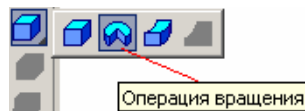

Рисунок 7.2 – Вибір операції обертання
- Створіть тіло обертання за допомогою команди **Операція обертання** (рис. 7.2)